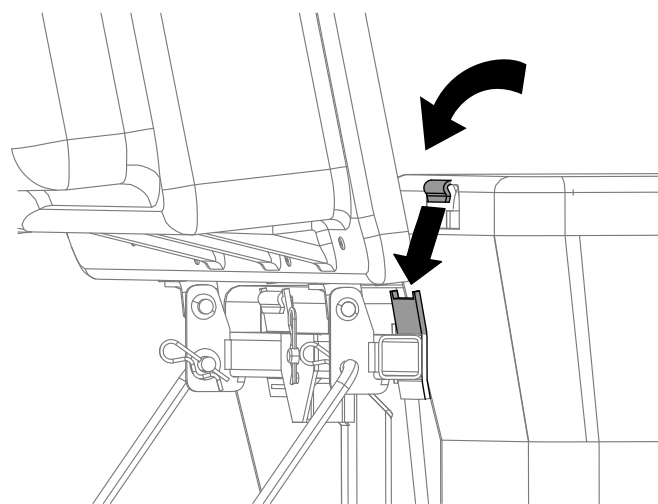

**Figura 21**
2. Glisai suportii peste tijele de pe cadrul sistemului de colectare și montează cuiul spintecat circular în orificiul din tija din dreapta (Figura 21).